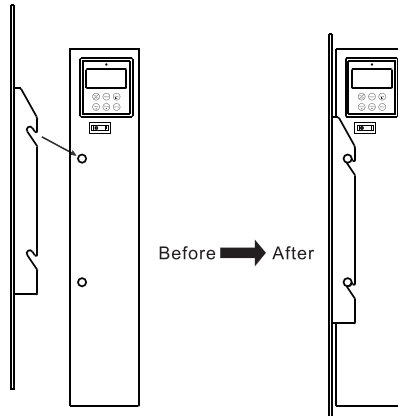

Abbildung 3
Hinweis: Bringen Sie die Glasfront am Kamin erst an nachdem der Kamin. Abbildung 3 fest an der Wand montiert ist
1. Hängen Sie die Glasfront sorgfältig in die Haken an der Seite des Kamins. Siehe Abbildung 3